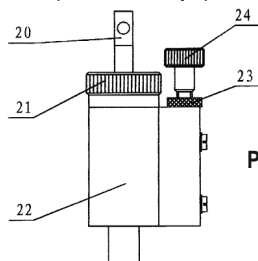

Рисунок 4
6. Заправка масла в буферное устройство (рис. 4):